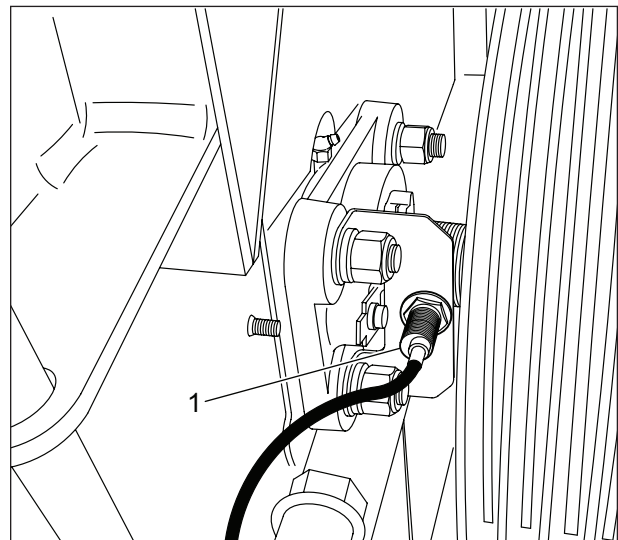
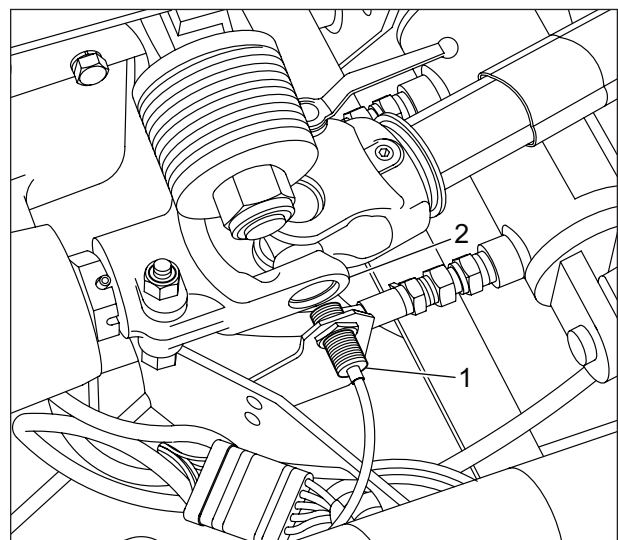

Figure 97 Senseur de tête de coupe
Figure 98 Senseur de l'arbre d'entraînement du bas
En option, deux senseurs peuvent être ajoutés, un sur la tête de coupe (figure 97) et un sur l'arbre d'entraînement des rouleaux du bas (figure 98), pour en vérifier la rotation de l'un par rapport à l'autre.
Senseur de tête de coupe : Ajuster le senseur (item 1) à 1/16" du coin de l'écrou de la tête de coupe (figure 97).
Senseur de l'arbre d'entraînement du bas : Ajuster le senseur (item 3 à la figure 98) à 1/16" du coin du bâti de joint de l'arbre de transmission (item 4 à la figure 98).